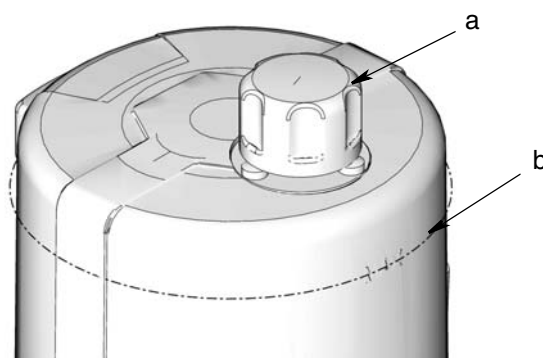

Рис. 29
- Не допускайте переполнения (Рис. 29).